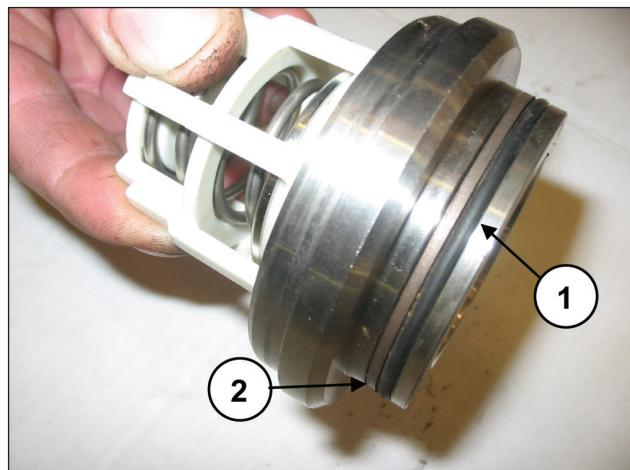

Fig. 106
Montare O-ring, pos. esploso n. 5 (pos. ①, Fig. 106) e anello antiestrusione, pos. esploso n. 15 (pos. ②, Fig. 106) sulla sede valvola di mandata.